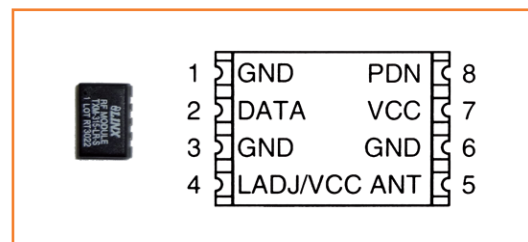
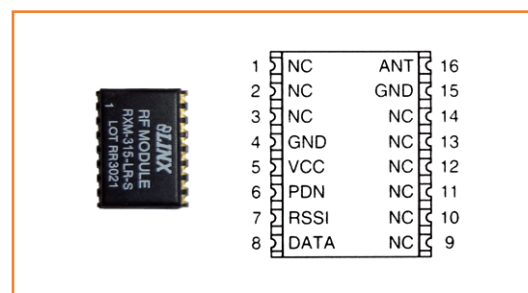

Figure 1.
Figure 2.
Concevoir un circuit RF avec des composants discrets n'est pas facile, et les résultats sont souvent (très) décevants. Par chance, *Linx Technologies* a fait le plus dur en offrant des modules RF complets en boîtier hybride. Ils sont disponibles pour une large gamme de fréquences, mais nous nous concentrerons sur les principales bandes accessibles là où vous vivez : 315, 418 et 433 MHz. Jetez un œil aux extraits des feuilles de caractéristiques [1] de l'émetteur (**fig. 1**) et du récepteur (**fig. 2**). Peu de pattes sont actives. Le récepteur possède plus de broches, mais la plupart sont non connectées (NC). Pour le fonctionnement de base, il ne vous faudra, en plus de l'inévitable alimentation régulée, qu'une antenne.